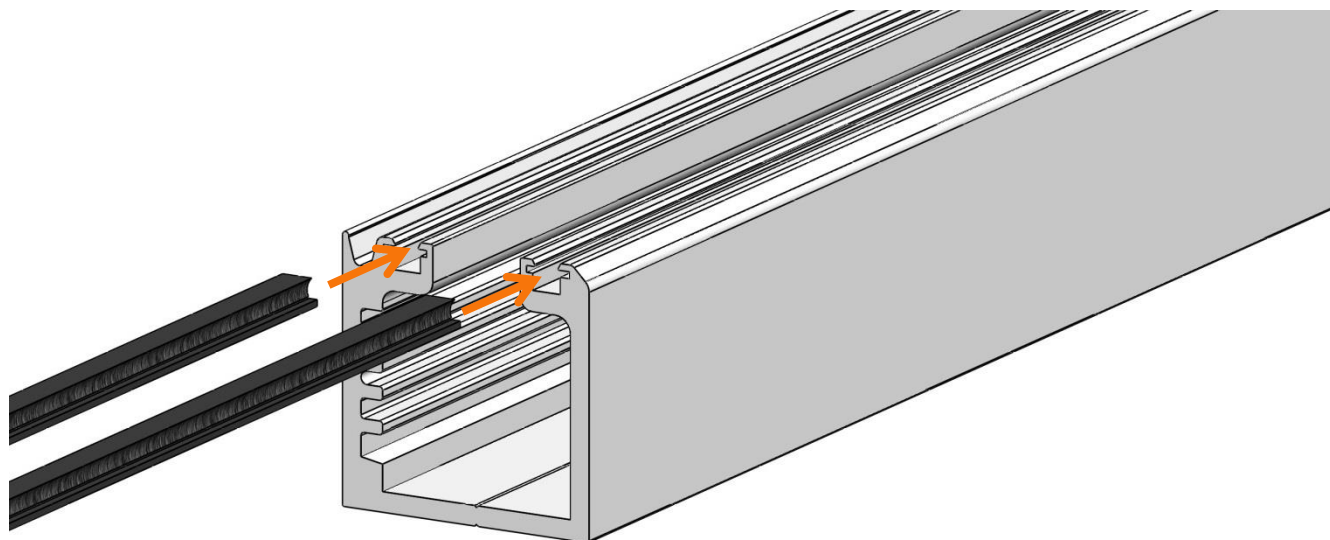

Figura 27
- Insertar el cepillo por la ranura del carril superior (figura 27).